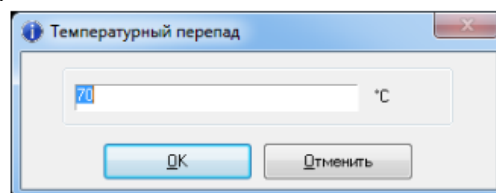

Рис. 5.6.4. Диалоговое окно задания температурного перепада
3. В появившемся диалоговом окне (рис. 5.6.4.) необходимо задать значение температурного перепада.